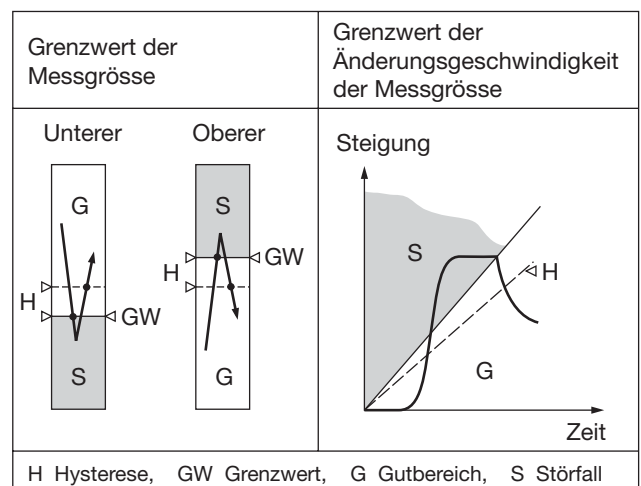

Bild 3. Schaltverhalten, je nach Grenzwert-Typ.
- Unterer GW der Messgröße (siehe Bild 3, links)
- Oberer GW der Messgröße (siehe Bild 3, links)
(siehe Bild 3 rechts)